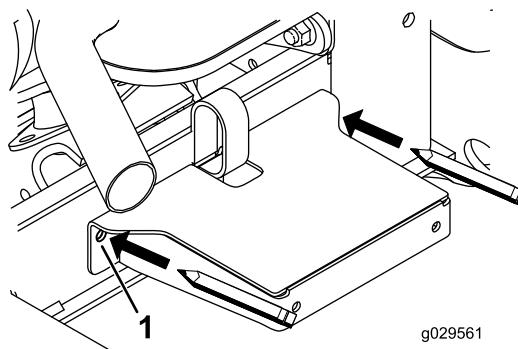

図 34
8. フレームマウントを型紙として、フレーム材にフェンダ取り付け用の穴2個の位置をマーキングする図 34。